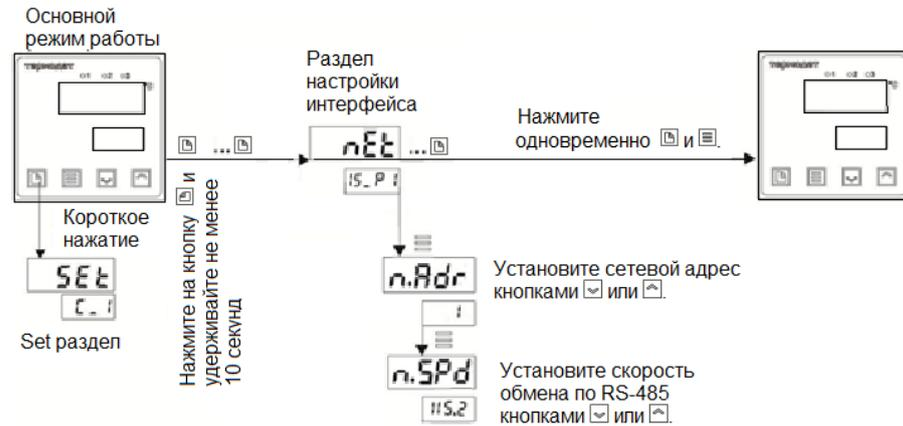

Рис. 7. Установка сетевого адреса сейфа-термостата.
6.18 Для работы сейфа-термостата в сети Пользователя EIA RS-485 необходимо установить (п.6.14) на измерителе-регуляторе (рис.7) сетевой адрес прибора «n.Adг» (от 1 до 255), а также скорость обмена информацией по RS-485 «n.SPd» (от 9 600 до 115 200 бит/сек.) по схеме.